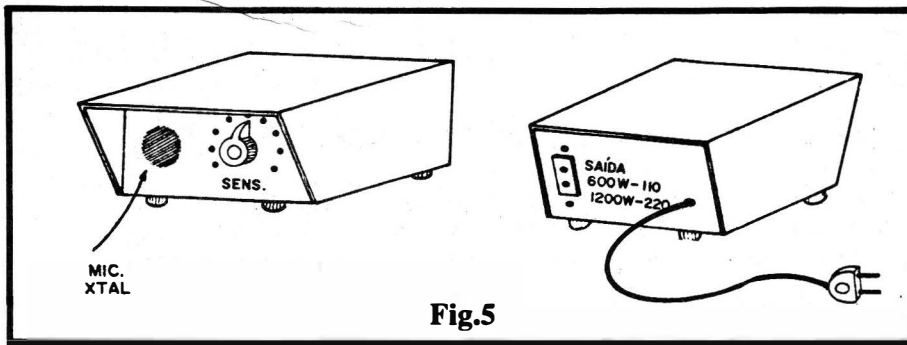

Fig.5
- **FIG. 5 - SUGESTÃO PARA O "ENCAIXAMENTO"** - Numa visão em frente e verso, damos a nossa idéia para o acabamento e encapsulamento do circuito, usando um **container** padronizado (caixa encontrada pronta, nas lojas, em plástico ou metal...). As formas, dimensões e modelo da caixa, contudo, são bastante "flexíveis", e o Leitor/Hobbysta poderá "inventar" à vontade nesse aspecto... Apenas alguns pontos precisam ser observados com mais cuidado: